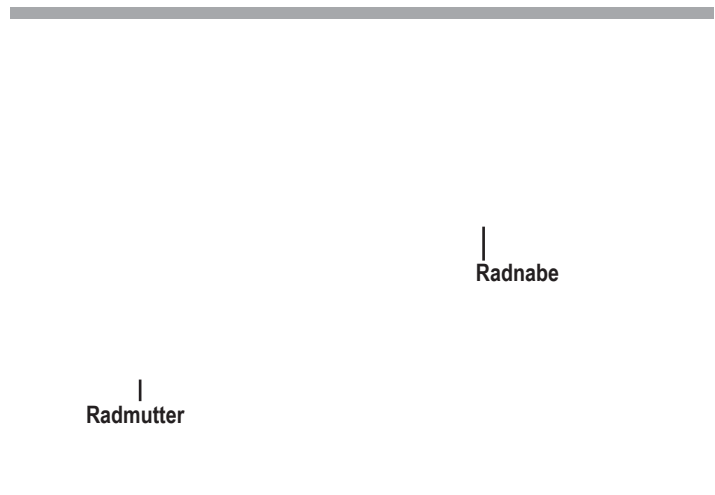

Bild 17. Antriebsrad mit fünf Radmuttern
4. Entfernen Sie die fünf (5) Radmuttern von der Radnabe. Siehe Abbildung 17.